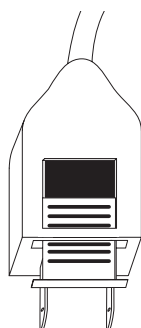

Figura 2.
2. Deslice la tapa en la parte superior del enchufe hacia las espigas. Figura 2.